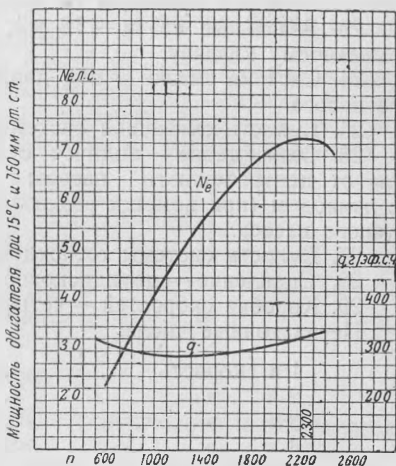

Рис. 4.
7. Мощность двигателя (рис. 4), приведенная к нормальным условиям, — 73 л. с. при 2300 об/мин.